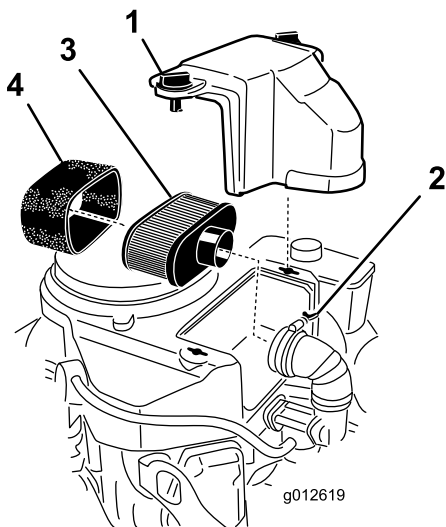

図 45
1. ペーパーエレメントを軽くたたいて、たまっているほこりを落とす。汚れがひどい場合には、新しいペーパーエレメントに交換する 図 45。